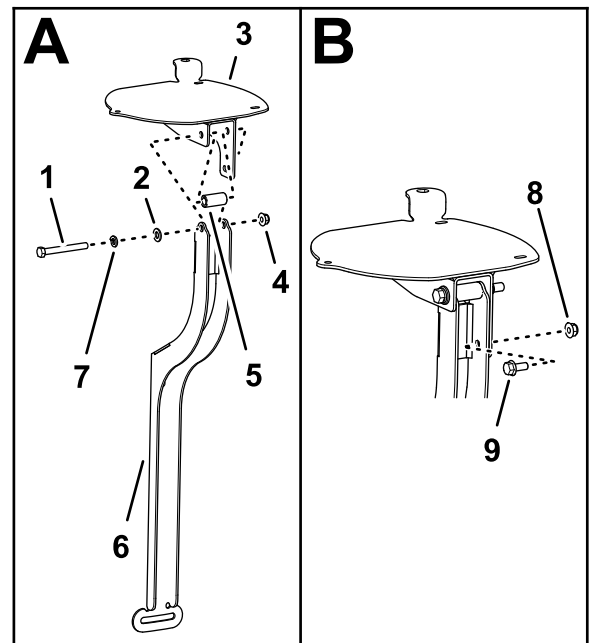

Figure 152
1. Alignez les trous du socle du récepteur de navigation, l'entretoise ($\frac{3}{8}$ " x 1") et le support du récepteur (Figure 152).
2. Fixez le socle du récepteur et l'entretoise au support avec un boulon ($\frac{3}{8}$ " x $3\frac{1}{4}$ "), une rondelle frein ($\frac{3}{8}$ "), une rondelle ($\frac{3}{8}$ " x $13/16$ ") et un contre-écrou à embase ($\frac{3}{8}$ "), comme montré à la Figure 152.
3. Insérez le boulon à embase ($5/16$ " x $3/4$ ") et le contre-écrou ($5/16$ ") dans le petit trou du support du récepteur et dans la fente du socle (Figure 152).